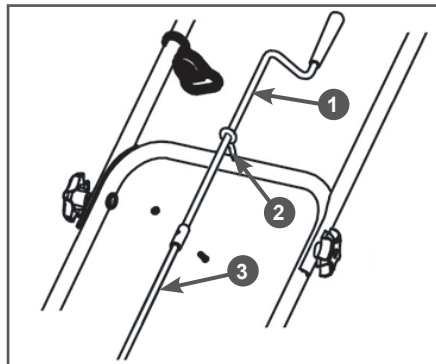

Рис. 5 Установка рычага поворота желоба
4. Установите рычаг поворота желоба. Проденьте рычаг 1 через направляющую 2 на стойке рукоятки управления, вставьте ось рычага в соединительную муфту вала 3 поворота желоба, совместите отверстия в них и зафиксируйте рычаг вместе с валом с помощью болта и гайки (Рис. 5).